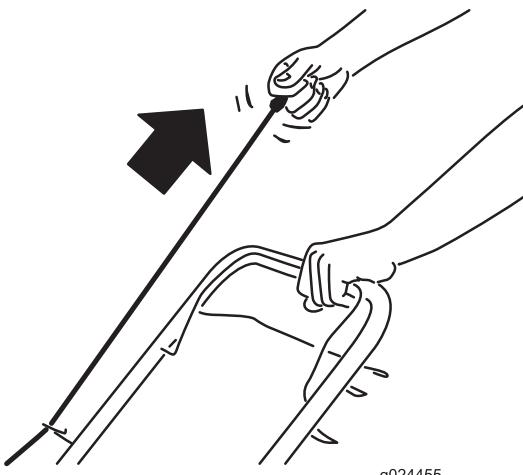

Figure 12
- Tirez légèrement la poignée du lanceur (Figure 12) jusqu'à ce que vous sentiez une résistance, puis tirez vigoureusement et laissez le câble se rétracter lentement jusqu'au guide sur le guidon.